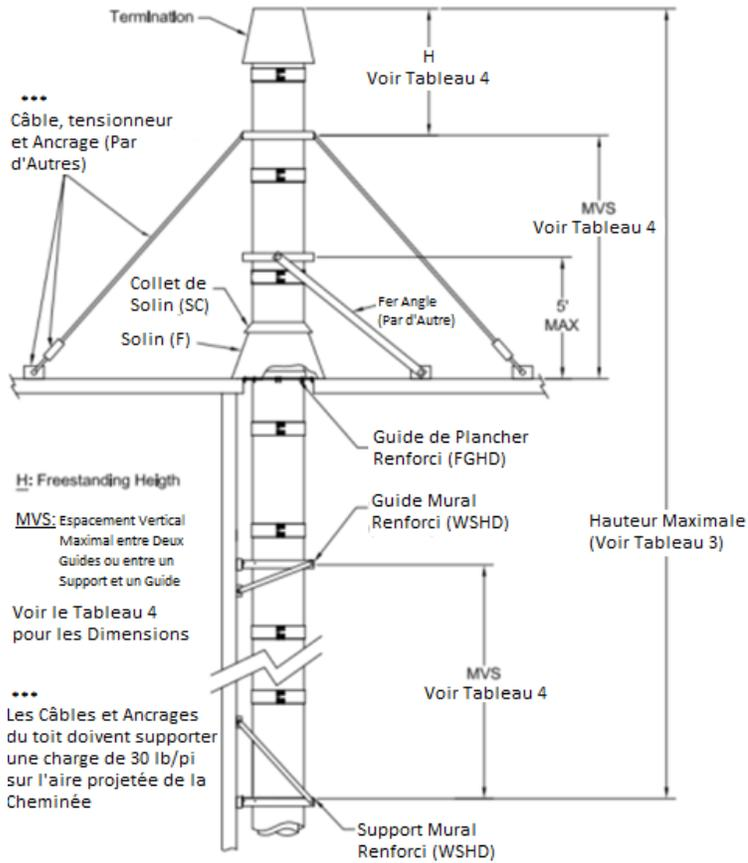

Figure 6 - Hauteur avec contreventement rigide ou haubannage pour CAX1- (BC)
- Si la dimension « H » dépasse la valeur indiquée dans les tableaux 7 et 8, utilisez un contreventement ou un haubannage pour stabiliser la section de cheminée au-dessus du toit. Voir figure 6.